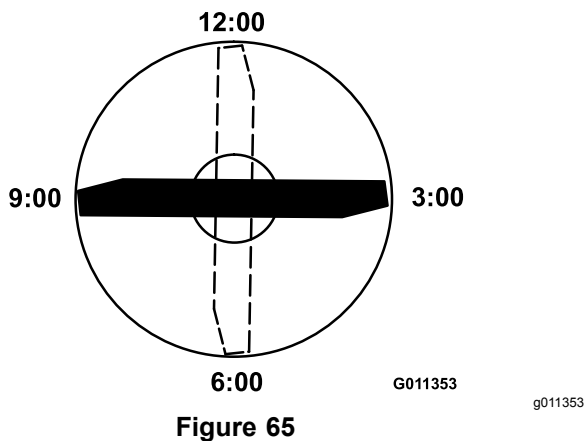

Figure 65
3. Positionnez le tranchant de l'extrémité repérée à la position 12 heures (droit devant dans la direction de la tonte) et mesurez la hauteur de la surface plane au tranchant de la lame (Figure 65).
4. Tournez l'extrémité repérée de la lame aux positions 3 et 9 heures et mesurez les hauteurs respectives (Figure 65).